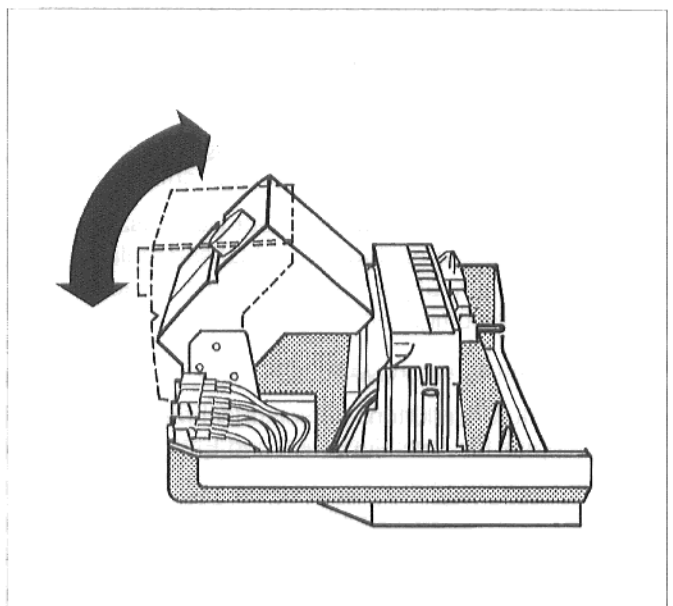

Abb. 12: Regelsystem 2000 - Anzeigeeinheit
- Nur bei Regelsystem 2000: Anzeigeeinheit in die gewünschte Stellung schwenken. Bei Kombination mit einem untenstehenden Speicher empfiehlt es sich, die Anzeigeeinheit gerade zu stellen (Abb. 12).